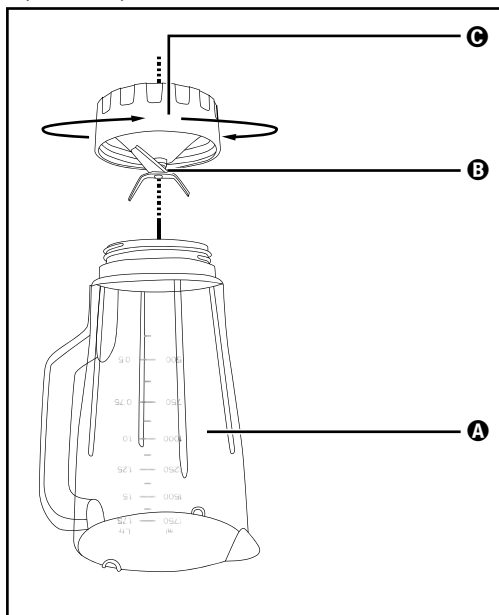

Fig. 3
- 2) Poggiare l'apparecchio sulla testa e ruotare la parte di plastica inferiore **C** dell'inserto mixer ❸ in senso antiorario, in modo che si possa staccare dalla parte in plastica superiore **A** dell'inserto mixer ❸ (v. fig. 3).